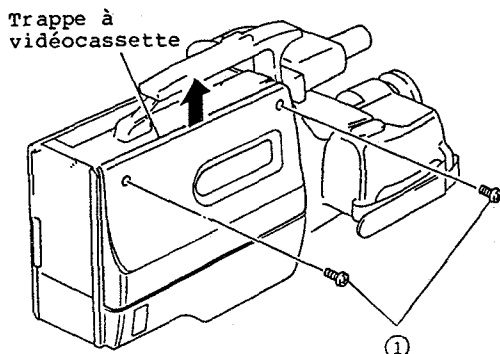

Fig. 2-4
1. Déplacer la semelle de viseur électronique en agissant dans la direction indiquée par la flèche (A). (Se reporter à la figure 2-4)
2. Tout en tirant sur le ressort de semelle de viseur électronique (2) en agissant dans la direction indiquée par la flèche (B), retirer la semelle de viseur électronique en agissant dans la direction indiquée par la flèche (A).
3. Retirer la (1) vis de fixation qui retient le ressort de griffe porte-accessoires en place.
4. Relever le ressort de la griffe porte-accessoires et dégager la griffe porte-accessoires en agissant dans la direction indiquée par la flèche (C).
- Retirer les deux (2) vis de fixation qui retiennent la griffe porte-accessoires en place.